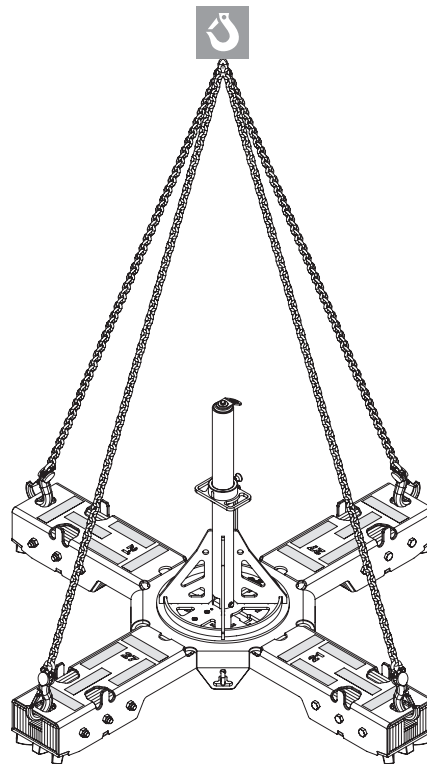

Abb. B4.04
1. Vierstranggehänge an den Transportösen (3.4) von SKYANKER UNIVERSAL einhängen. (Abb. B4.04)